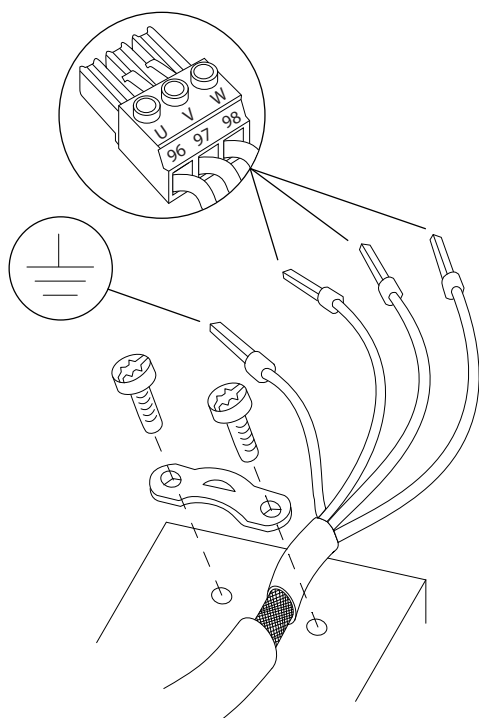

Рисунок 4.5 Подключение двигателя
- Подключите провод заземления к ближайшей клемме заземления в соответствии с инструкциями по заземлению в глава 4.3 Заземление, см. Рисунок 4.5.
- Подключите проводку трехфазного двигателя к клеммам 96 (U), 97 (V) и 98 (W), см. Рисунок 4.5.